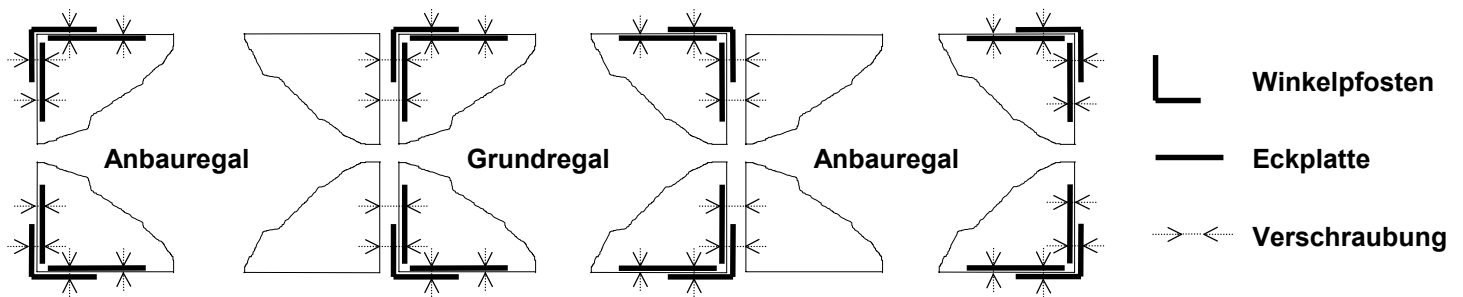

Abb. 4
1.4 Schematische Darstellung der Verschraubung der Stahlfachböden mit Eckplatten und dem Winkelpfosten für Anbauregal (Abb. 4).